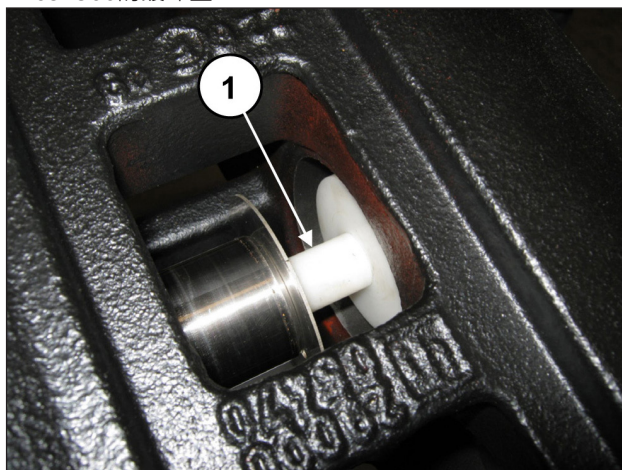

图 170
在活塞导承和活塞(位置①, 图 170)之间插入代码为27632500的缓冲垫。